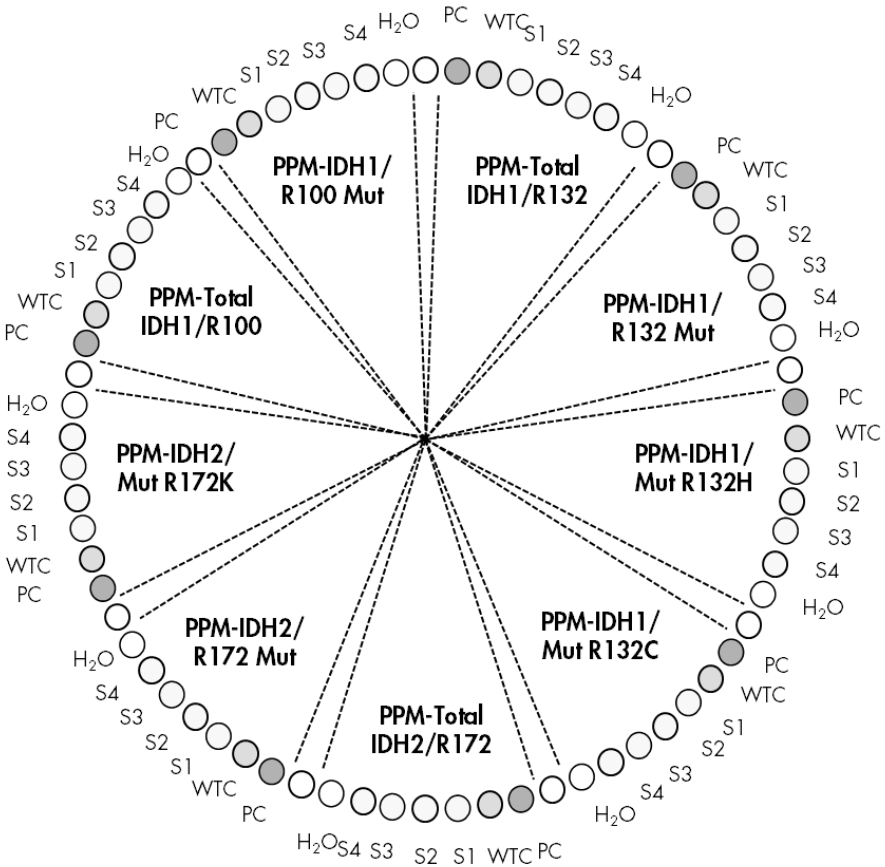

Ilustración 2. Configuración del rotor recomendada para un experimento con el kit *therascreen* IDH1/2 RGQ PCR
- Se recomienda analizar todas las muestras a la vez en cada serie de PCR, como se indica en la tabla 2 y con el bloque de cargo y la configuración del rotor indicados en Tabla 3 e Ilustración 2 respectivamente.
6. Coloque los tubos en el adaptador suministrado con el equipo (Ilustración 2). Coloque tubos vacíos en las posiciones no ocupadas.